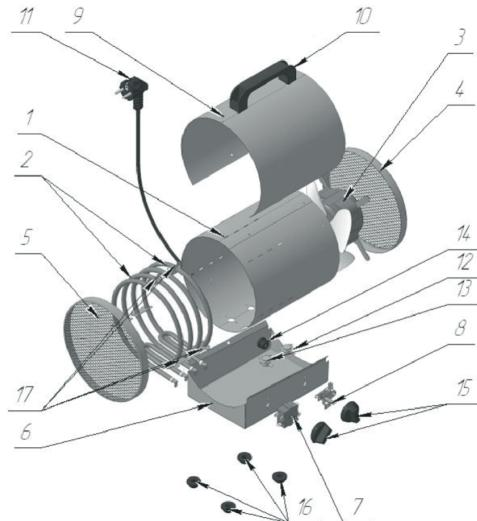

рис.1
4.1 Базовой деталью тепловентилятора является обечайка 1 (см. рис.1) изготовленная из листовой оцинкованной стали. Внутри обечайки установлены трубчатые электронагреватели 2 и осевой вентилятор 3. Вентилятор всасывает воздух через заднюю решетку 4, поток воздуха, проходя через электронагреватели, нагревается и подается в помещение через переднюю решетку 5. Блок управления 6 может быть расположен как в нижней, так и в верхней части изделия (в зависимости от исполнения). В блоке управления размещены переключатель режимов 7 и регулировочный термостат 8. Обечайка закрыта кожухом 9. Ручка 10 служит для переноски тепловентилятора. Подключение к электросети осуществляется с помощью шнура питания с сетевой вилкой 11.